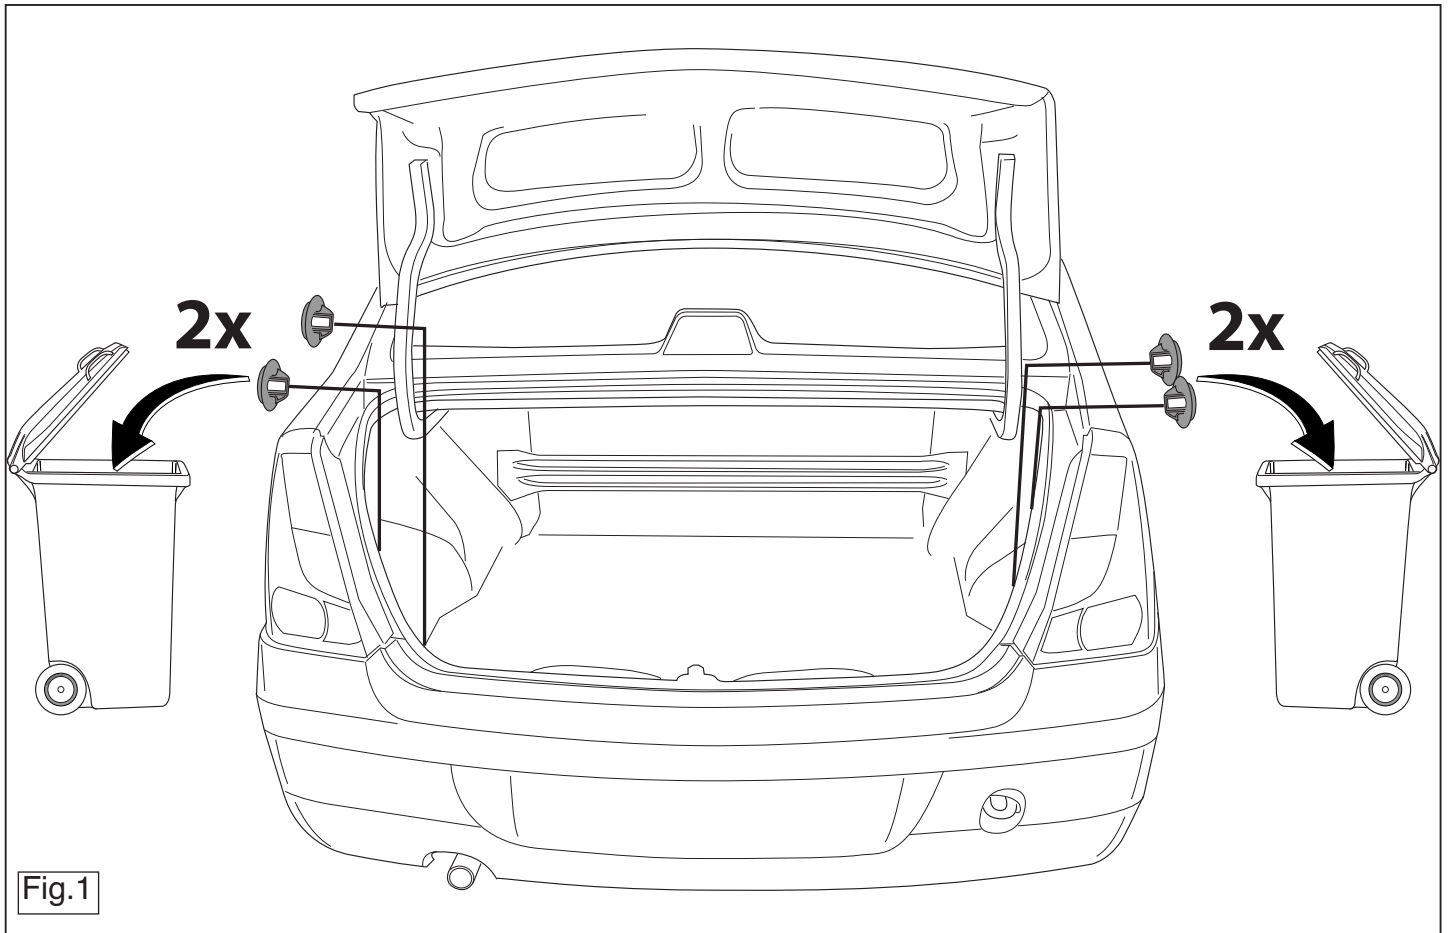

Fig.1
4. Удалить резиновые пробки в указанных точках (см. рис. 1).